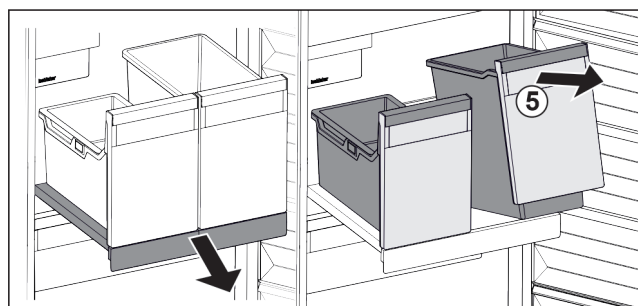

Fig. 101
- Sollevare il contenitore Fig. 101 (5) dal lato anteriore.